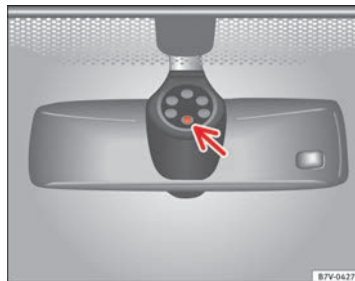

Fig. 70 Superficie sensibile del sensore pioggia
Di seguito sono riportate alcune delle possibili cause di anomalia e di interpretazione scorretta nella zona della superficie sensibile ⇒ fig. 70 del sensore pioggia:
- Pulire regolarmente la superficie sensibile del sensore pioggia e verificare la presenza di eventuali danni sulle spazzole ⇒ fig. 70 (freccia).